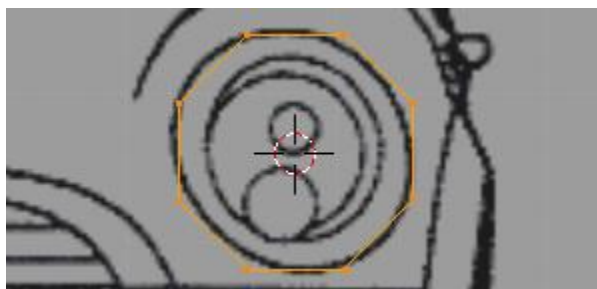

Figura 4.18
24. Na janela Front Ortho, escale o círculo até, aproximadamente, a dimensão da óptica, figura 4.18.